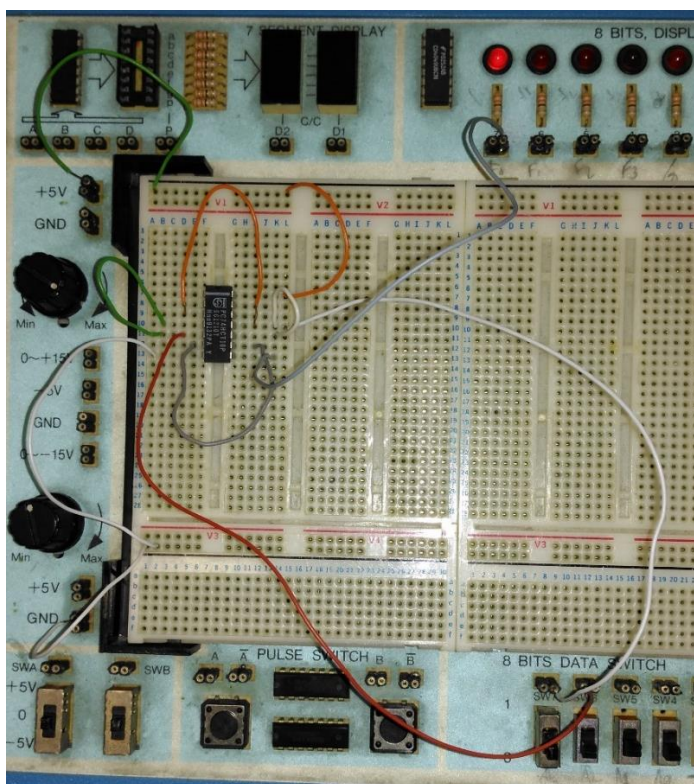

Fig. 4 - Circuito completo.
5. Estabeleça as ligações entre os vários pins do integrado de acordo com o diagrama lógico. Note que os interruptores em baixo à direita da base de teste constituem as entradas da função (para baixo colocam um “0” lógico à entrada do circuito e para cima, um “1” lógico). Coloque sempre o bit de maior peso (neste caso a_2) no interruptor mais à esquerda. A saída deve ser ligada a um dos leds em cima à direita da base de teste. Tente não usar fios demasiadamente grandes ou pequenos, e manter um afastamento entre ligações que reduza a possibilidade de confusão (Fig. 4).